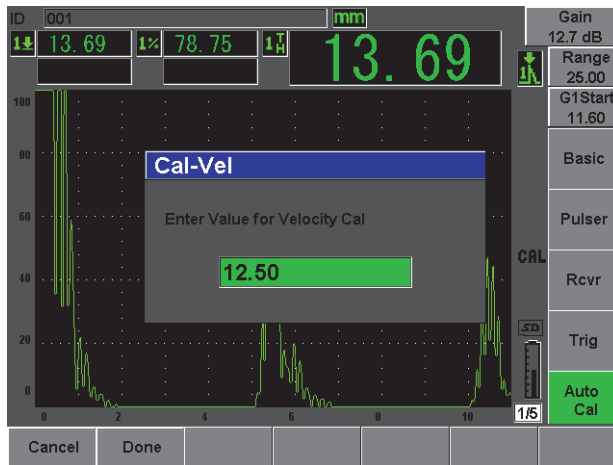

Figura 2-16 Il valore della calibratura della velocità
14. Utilizzare la manopola di regolazione od i tasti di direzione per regolare il valore visualizzato ad un appropriato spessore. In questo esempio, il trasduttore è posizionato sullo spessore di 12,5 mm (vedi Figura 2-16 a pagina 54).